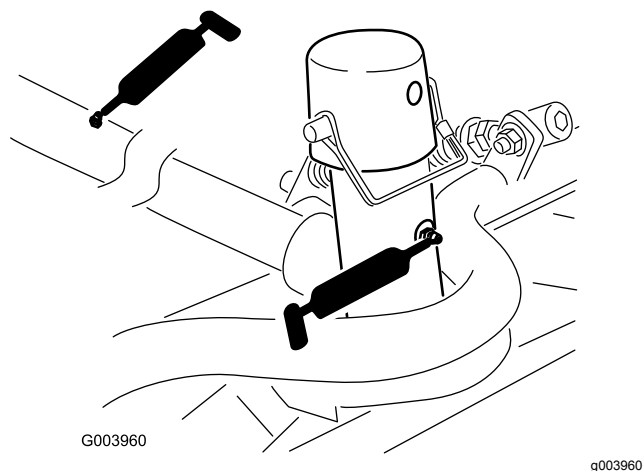

Figura 78
- Bastidor de tiro y pivote de la unidad de corte (2 en cada) (Figura 78).